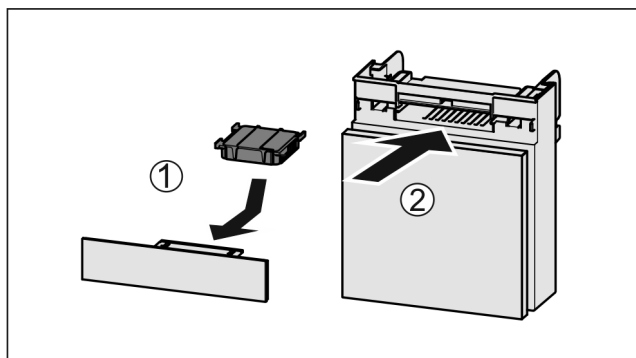

Fig. 112
- ▶ Inserire il vano Fig. 112 (2).